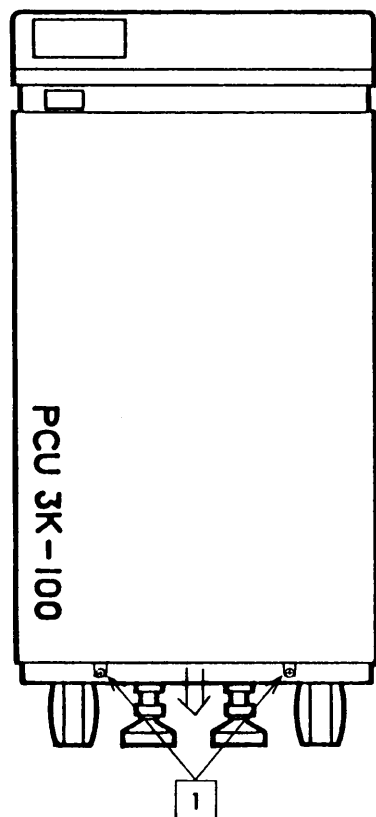

図4-2-1
- ① 本機のPOWERスイッチをOFFにし、商用ラインを遮断し2～3分放置して下さい。
- ② フロントカバーの下にM4のネジ2箇所(1)がありますので、このネジをとり外します。フロントカバーを図4-2-1の矢印の方向に下げるとこのカバーは外れます。